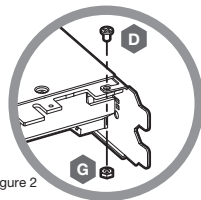

Figure 2
4. Некоторые видеокарты, в частности модели NVIDIA® GEFORCE®, также требуют крепления кронштейна ввода-вывода к плате после установки кулера, купленного позже. Закрепите этот кронштейн, используя прилагаемый винт M2.5 x 5 и гайку M2.5 (показаны на рис. 2).